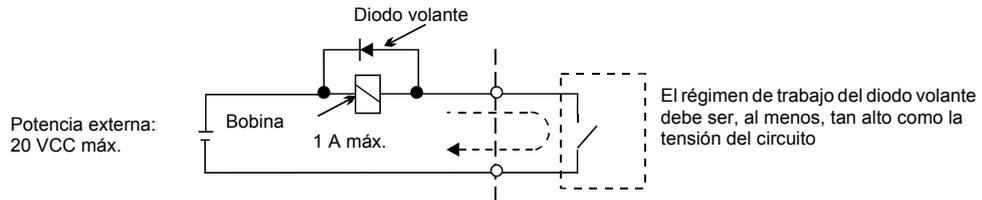

Fig 6 Conexión del diodo volante
*3. Cuando controle una carga reactiva, como, por ejemplo, una bobina de relé con alimentación de CC, inserte siempre un diodo volante tal y como se muestra en Fig 6